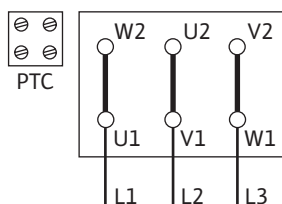

Fig. 10: Arranque Y-Δ
- La alimentación eléctrica depende de la potencia del motor P2, de la tensión de red y del tipo de arranque. La conmutación necesaria de las clavijas de conexión en la caja de bornes se indica en la tabla siguiente y en las Fig. 10, 11 y 12.